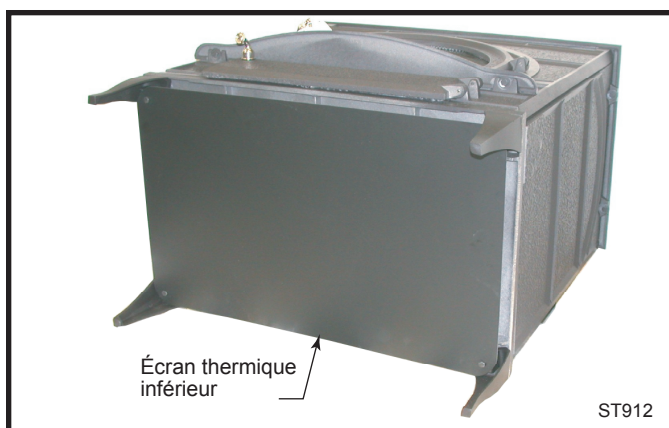

Fig. 20 Écran thermique inférieur installé sous le fond du poêle.
3. Faire glisser la patte en position sur le boulon et serrer à la main. Répéter cette opération pour les quatre (4) pattes.
4. Fixer à la main l'écran thermique inférieur sur les supports en utilisant les quatre (4) boulons 1/4"-20 x 1/2" avec les écrous.
5. Ajuster la position des supports de chaque patte jusqu'à ce que l'écran thermique s'adapte parfaitement. (Fig. 20)